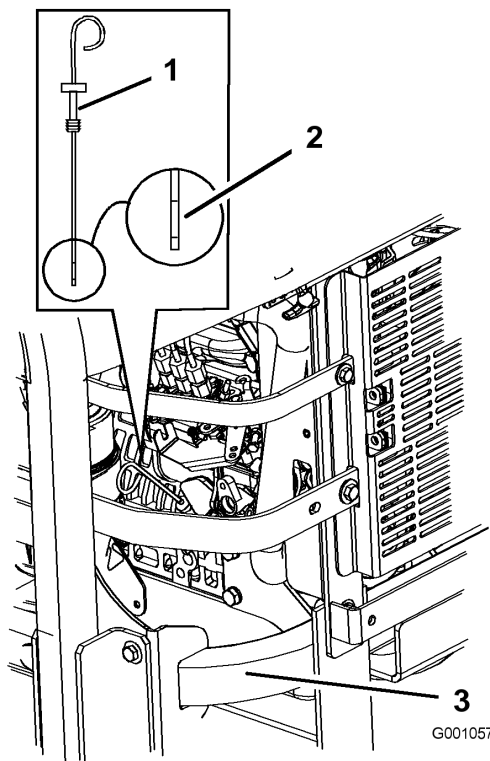

Figure 34
- Nettoyez la surface autour de la jauge d'huile (Figure 34) pour éviter que des impuretés ne s'introduisent dans le goulot de remplissage, ce qui risquerait d'endommager le moteur.
- Sortez la jauge d'huile et essuyez soigneusement l'extrémité métallique (Figure 34).
- Enfoncez la jauge complètement dans le goulot de remplissage. Ressortez la jauge et examinez l'extrémité métallique (Figure 34). Si le niveau est bas, versez lentement une quantité d'huile suffisante dans le trou de remplissage pour amener le niveau au repère du plein.